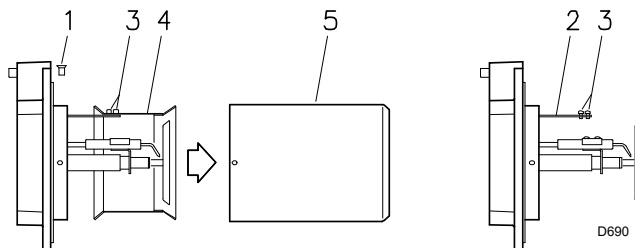

Fig. 12
- desenroscar los tornillos 1)(Fig. 12) y desmontar el tubo llama 5);